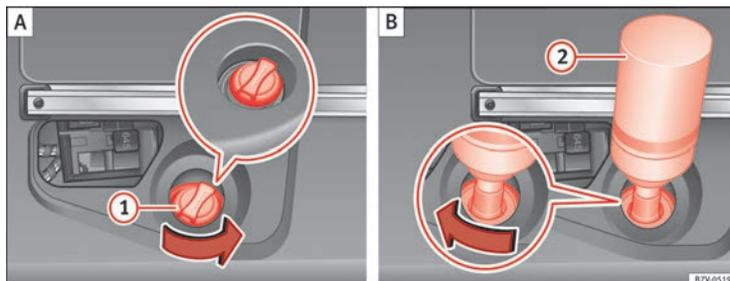

Fig. 167 Réservoir d'AdBlue avec bouchon de fermeture de la goulotte de remplissage et un bidon pour rajouter du liquide.
- Dévissez le bouchon de la goulotte de remplissage du réservoir ⇒ fig. 167 ① dans le sens inverse des aiguilles d'une montre.